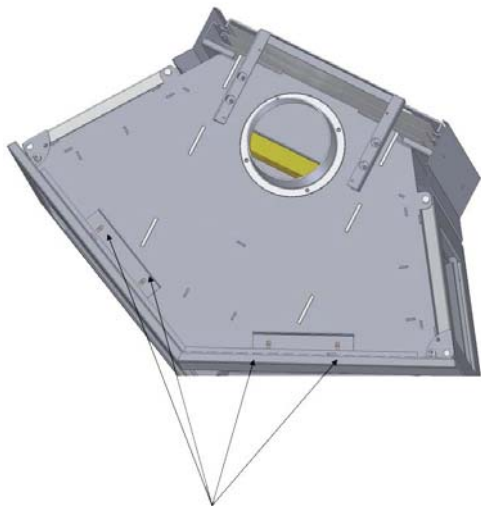

Abb. 8 Oberplatte und Bügel entfernen
- Heben Sie die Oberplatte ab und schrauben die zwei Bügel ab (siehe Abb. 8).